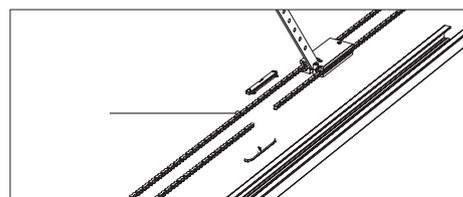

Рис. 3
4. Достаньте цепь с механизмом каретки (поз. 3, рис. 3).